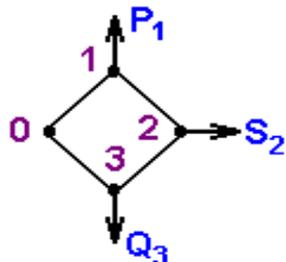

Рисунок 39
**Вариант 17.** Для схемы однородной кольцевой электрической сети  $U_H = 110 \text{ кВ}$  (рис.39) определить